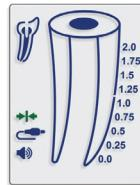

Afb. 2
- 5.2.2. Wanneer de batterij bijna leeg is, verschijnt er een knipperende Batterij leeg op het scherm (Afb. 2). Endo-Eze™ Find® zal met een bijna lege batterij blijven werken, maar de batterij moet worden vervangen voordat het helemaal leeg is.